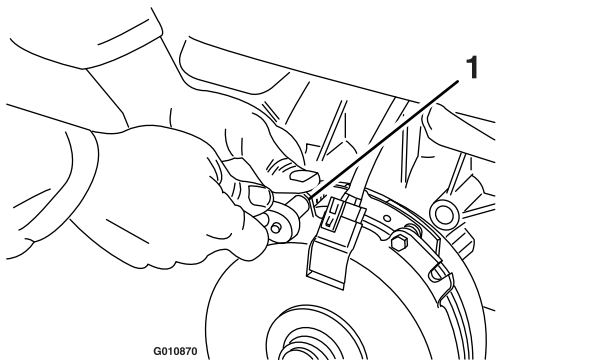

Figura 77
- A. Desaperte ambos os parafusos de montagem do travão meia para uma volta, como se mostra na Figura 77.